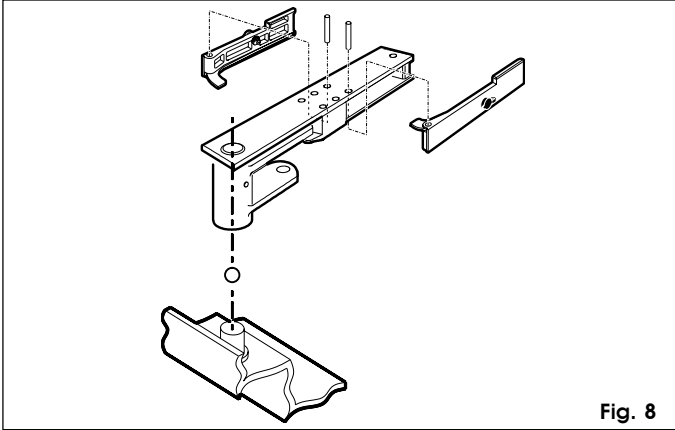

Fig. 8
- 1) Assemblare le leve di sblocco sulla staffa di sostegno e introdurre la stessa sul perno della cassetta portante, inserendo anche la sfera in dotazione (fig. 8).